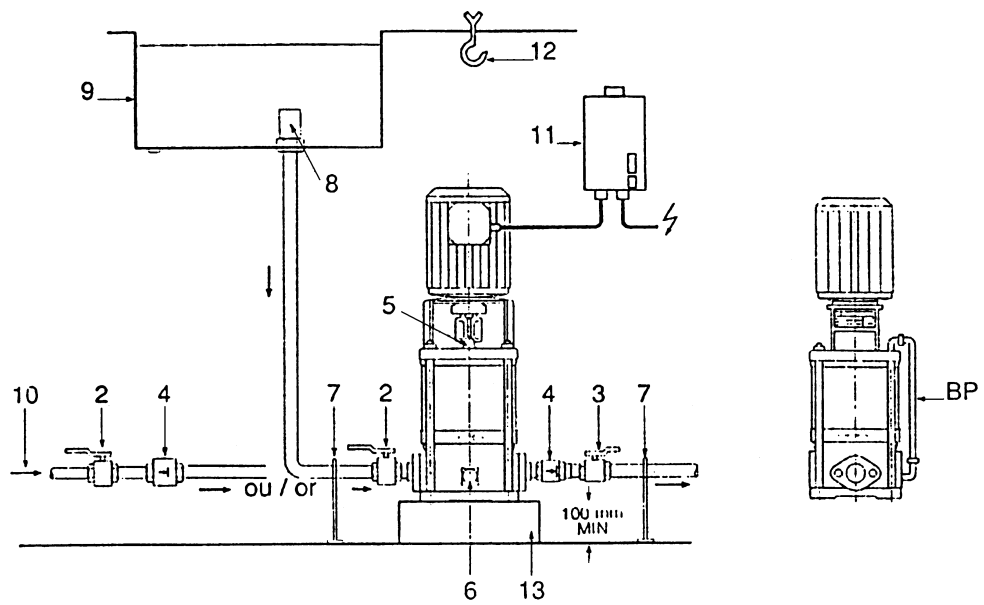

Рис. 2
- Устанавливайте насос таким образом, чтобы обеспечить свободное место для доступа при разборке, ремонте и демонтаже. Устанавливайте перпендикулярно на жестком и тяжелом бетонном фундаменте (рис. 2, 3). Предусмотрите виброизолирующие прокладки между фундаментом и полом.
- Используйте грузоподъемные механизмы (рис. 2, поз. 12). Рекомендуется предусмотреть грузовую балку над местом монтажа насосов. Данные о массе насосов указаны в каталоге.
- Подсоедините всасывающий и напорный патрубки, избегая напряжений. Далее установите виброгасящие компенсаторы или избегайте протяженных участков трубопровода для снижения уровня вибрации. Трубы должны крепиться к основанию, чтобы их вес не передавался на насос (рис. 2, поз. 7).
- Запорные устройства (рис. 2, поз. 2 и 3) должны быть установлены на входе и выходе насоса, чтобы избежать необходимости опорожнения и повторного заполнения системы в случае демонтажа/замены насоса.
- На выходе насоса должен быть установлен обратный клапан (рис. 2, поз. 4)
- В случае прямого подключения к коммунальной сети водопровода для питьевой воды всасывающий патрубок также должен быть оснащен обратным клапаном (рис. 2, поз. 4) и запорным вентилем (рис. 2, поз. 2)
- Если забор воды производится из резервуара, необходимо установить фильтр на всасывающей магистрали (рис. 2, поз. 8), чтобы предотвратить попадание загрязнений в насос.
- При работе с горячими или загазованными средами должна быть установлена перепускная трубка (рис. 2, поз. BP) - принадлежность
- Закрыть оба запорных вентиля (перед насосом и после него) и отверните винт (рис. 2, поз. 5) для дренажа воздуха из насоса на полтора-два оборота.
- Медленно открыть запорный вентиль (рис. 2, поз. 2) на входе в насос пока воздух из насоса не выйдет полностью и из дренажного отверстия не начнет сочиться вода. Заверните винт.
Если место установки не защищено от замерзания, то в холодное время года необходимо слить воду из насоса и трубопроводов. Для этого закрыть запорные вентили и открыть сливное отверстие (рис.2, Поз. 6) и винт для дренажа воздуха (рис. 2, Поз. 5).